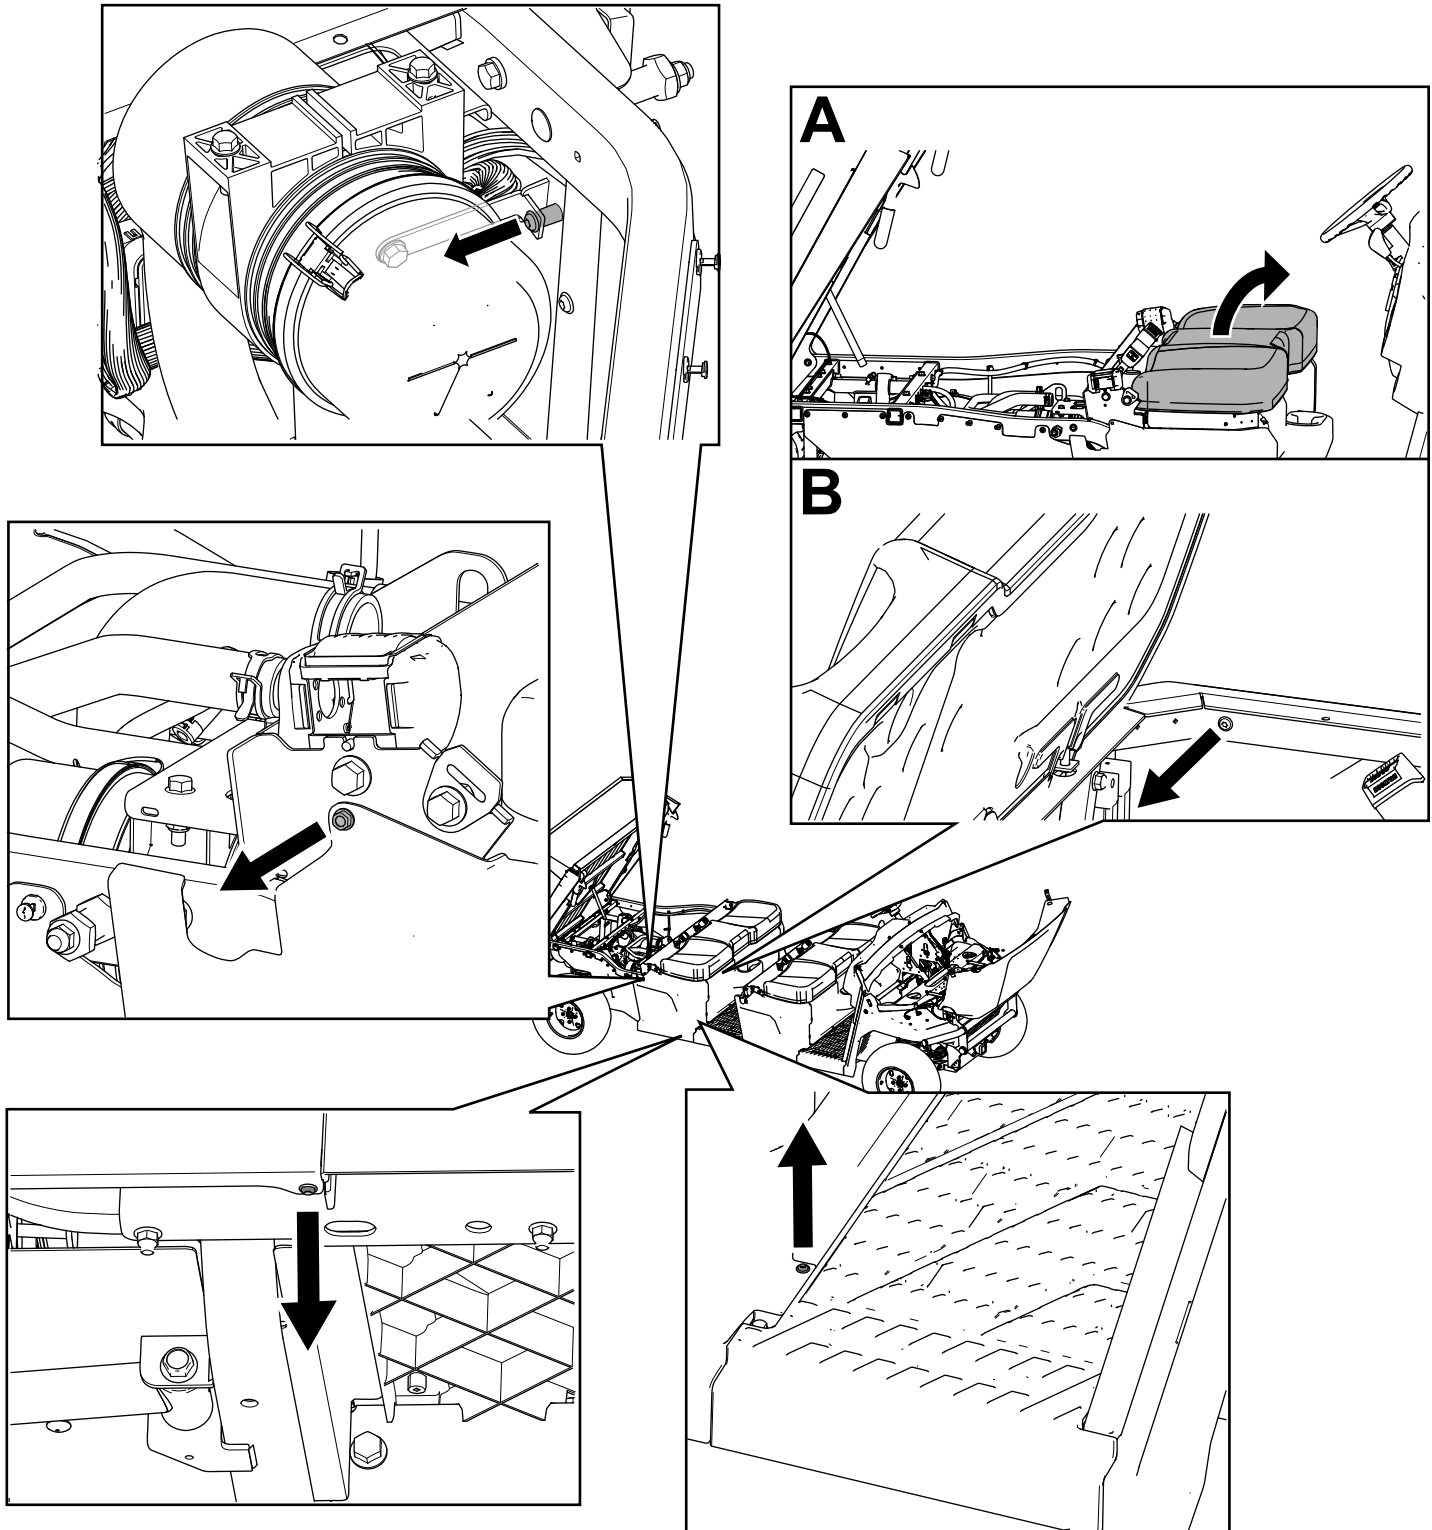

Figure 32
3. Retirez les boulons à tête hexagonale à embase ($\frac{1}{4}$ " x $\frac{3}{4}$ ") et les fixations à tête Torx T30 des 2 panneaux de base gauches et des 2 panneaux de base droits du siège (Figure 32).